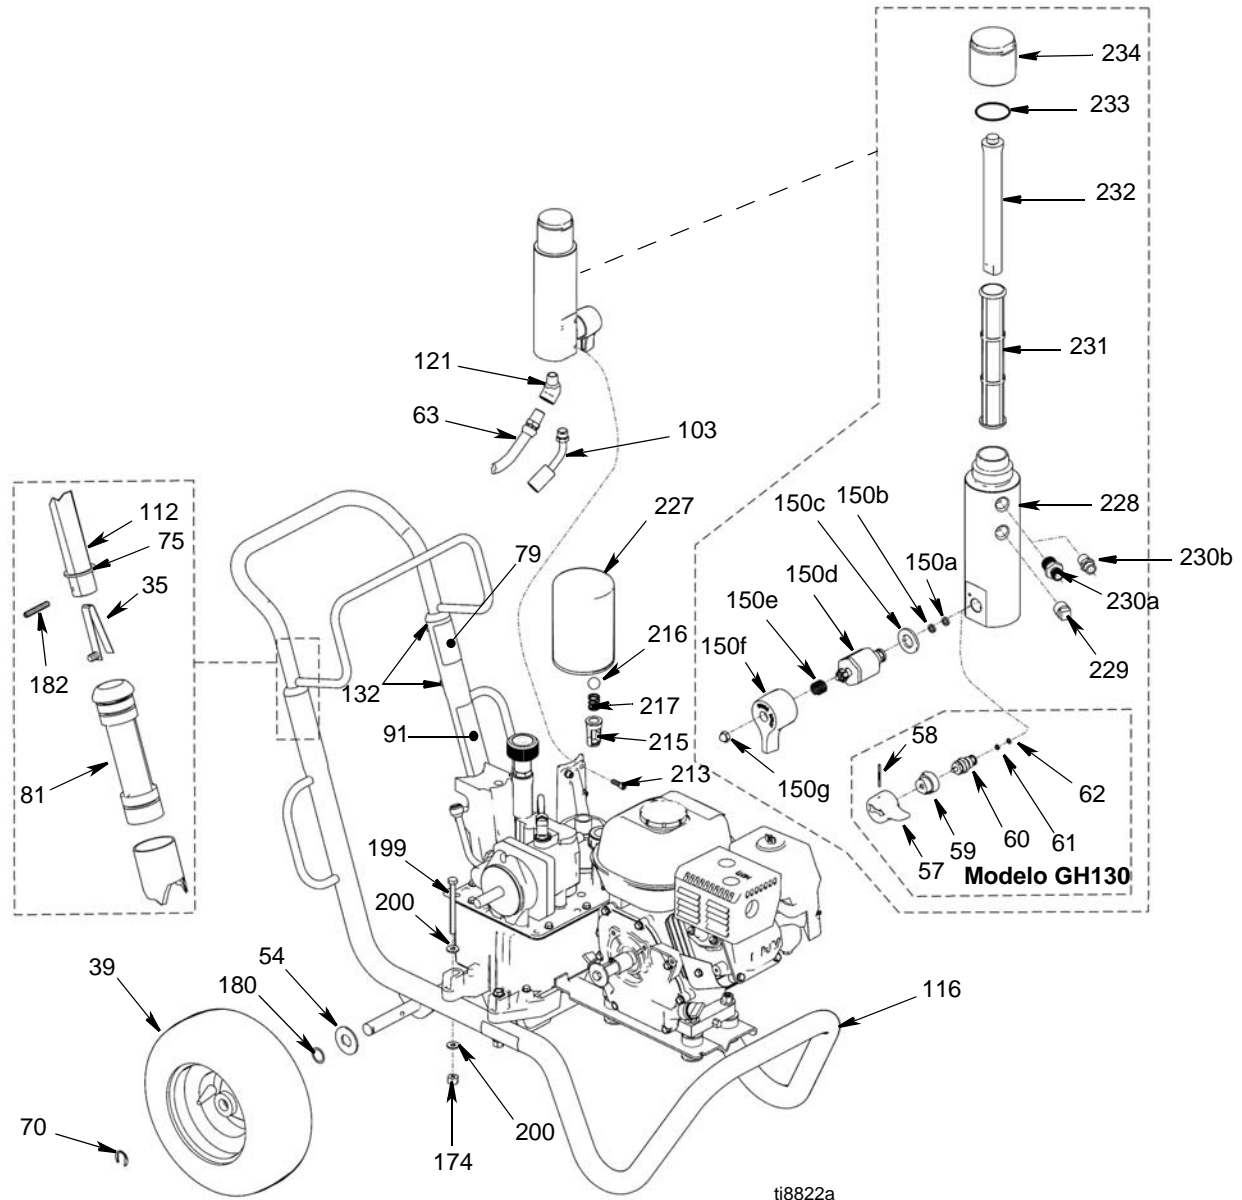

**FIG. 27**
8. (Fig. 27) Instale la manguera de aspiración (114) en la parte inferior de la bomba (111).